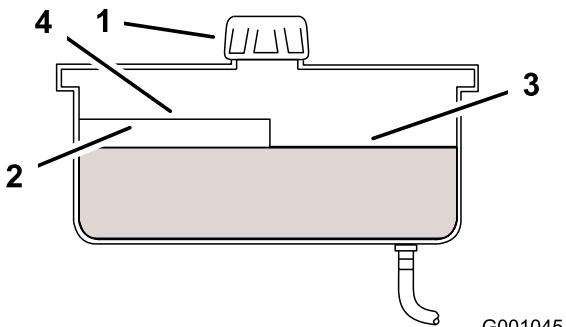

Figura 50
4. Pulite l'area attorno al tappo e al collo del bocchettone del serbatoio idraulico (Figura 50).
5. Togliete il tappo dal collo di riempimento. Guardate all'interno per verificare se il serbatoio contiene del fluido. (Figura 50).
Nota: Il livello del fluido caldo deve raggiungere la parte superiore del segno di livello 'caldo' del deflettore (Figura 50).